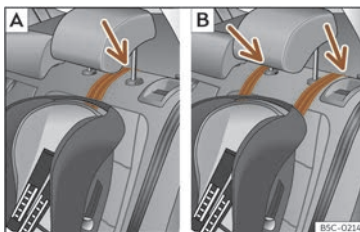
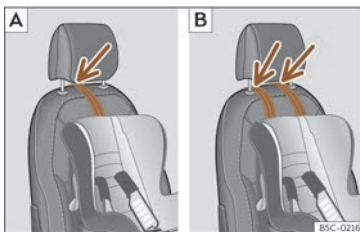

Fig. 44 Banquette arrière : réglage et montage en fonction de la ceinture Top Tether.
Fig. 45 Siège du passager avant : réglage et montage en fonction de la ceinture Top Tether.
- Placez la sangle sous l'appuie-tête (en fonction des instructions du siège, relevez ou retirez l'appuie-tête si nécessaire) >>> **fig. 44** , >>> **fig. 45**.